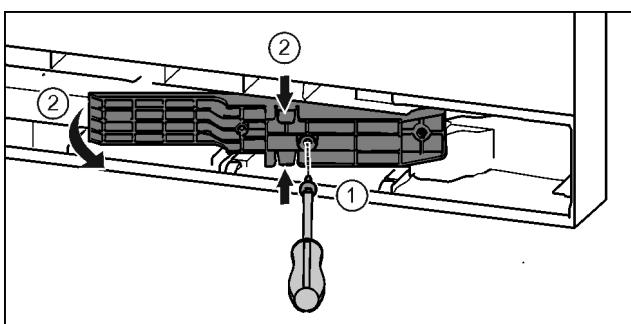

Fig. 20*
- Отпустить винты отверткой T15. Fig. 20 (1)
- Извлечь деталь адаптера. Fig. 20 (2)